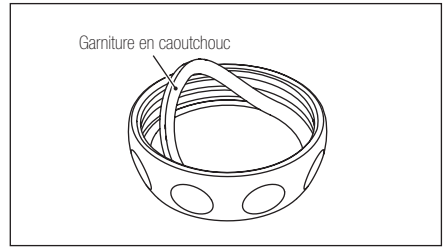

Figure 13
- 2) Démontez le Capuchon du réservoir et enlever le joint en caoutchouc (figure 13).